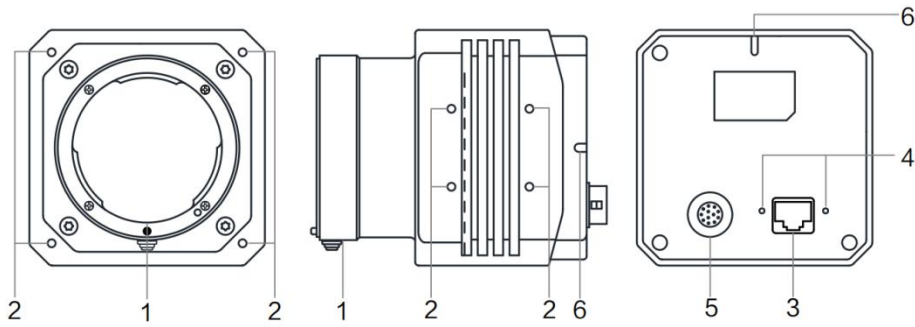

图1-5 F 口，不带风扇
- 图 1-5 为 F 口，不带风扇的千兆网口面阵相机外观。
- F 口，不带风扇（图 1-5）